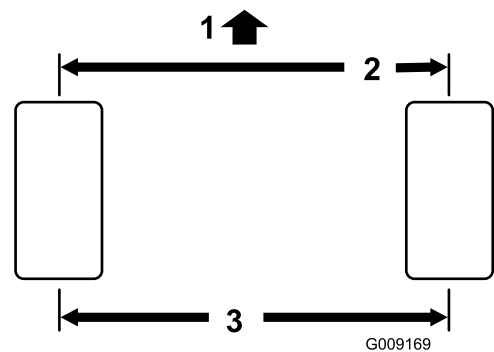

Figure 72
**Remarque:** Le pincement à l'avant doit être inférieur de 3 mm au pincement à l'arrière (Figure 72).